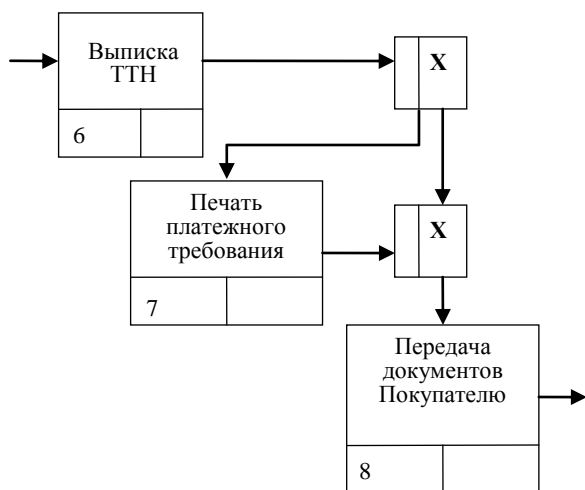

Рис. 36. Перекрестки типа «исключающее ИЛИ» на диаграмме «Отгрузать продукцию»
6. Создайте два перекрестка типа «исключающее ИЛИ» и свяжите их с работами, как показано на рис. 36.